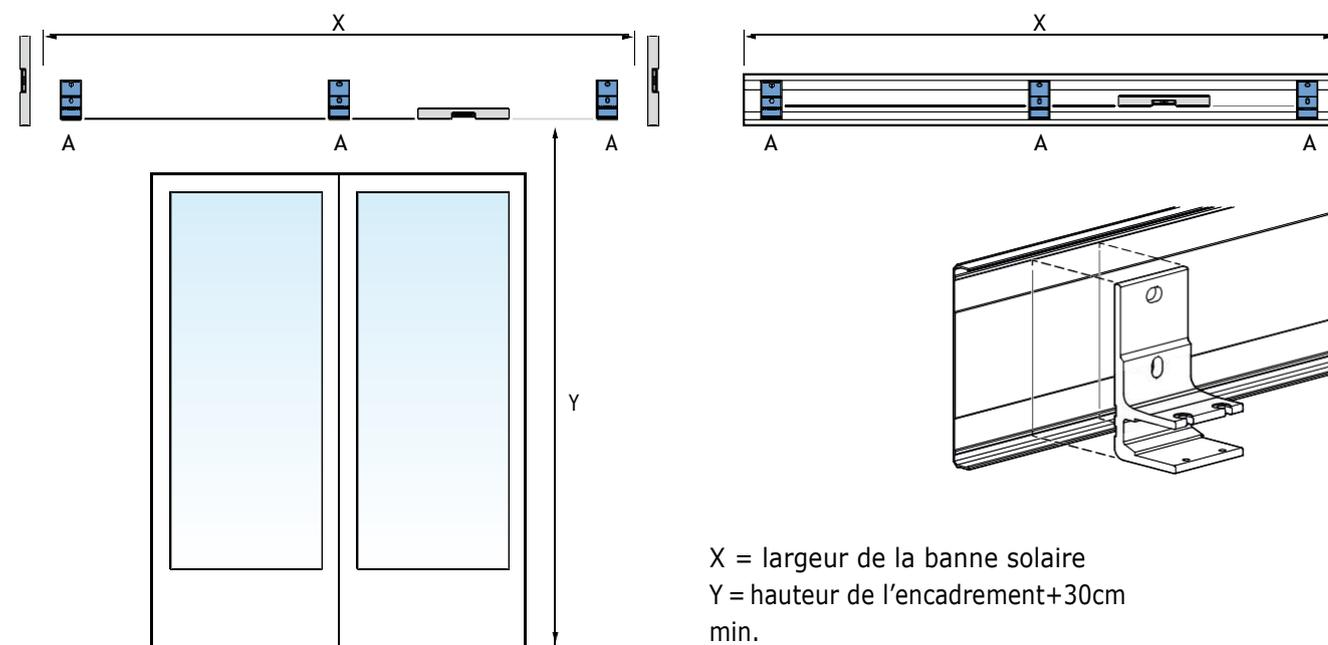

fig. 1.2 Pose des supports muraux
Tracez les trous de perçage sur le mur en vue de la fixation des supports muraux (A). Ils doivent être alignés, de niveau et d'aplomb. Voir figure 1.2. Veillez à ce que les deux trous de fixation de chaque support mural se trouvent au milieu d'une brique. Voir figure 1.3. Utilisez éventuellement un cordeau. Si le capot arrière est utilisé, les supports muraux doivent également être tracés sur celui-ci. Pour ce faire, utilisez les mêmes dimensions entre les supports muraux que sur le mur.